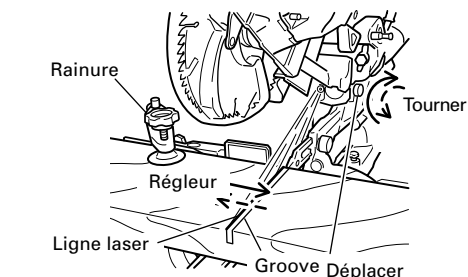

Fig. 19
(1) Allumer le marqueur laser et marquer une rainure de 3/16" (5 mm) environ de profondeur sur la pièce qui a une hauteur de 25/32" (20 mm) et une largeur de 5-29/32" (150 mm). Maintenir la pièce rainurée dans un étau telle qu'elle est et ne pas la déplacer. Pour réaliser la rainure, se reporter à "13. Procédures de coupe d'encoche, page 78.
(2) Cela fait, tourner le régleur et décaler la ligne laser. (Quand on tourne le régleur dans le sens des aiguilles d'une montre, la ligne laser se décale vers la droite et quand on tourne le régleur dans le sens contraire des aiguilles d'une montre, la ligne laser se décale vers la gauche.) Si on travaille avec la ligne tracée à l'encre sur le côté gauche de la lame de scie, il faut aligner la ligne laser avec le côté gauche de la rainure. (Fig. 19) Si on travaille avec la ligne tracée à l'encre sur le côté droit de la lame de scie, il faut aligner la ligne laser avec le côté gauche de la rainure.
(3) Après avoir réglé la position de la ligne laser, tracer à l'encre une ligne à angle droit sur la pièce et aligner la ligne tracée à l'encre et la ligne laser. Pour aligner la ligne tracée à l'encre, faire glisser la pièce petit à petit et la maintenir dans un étau à l'endroit où la ligne laser chevauche la ligne tracée à l'encre.